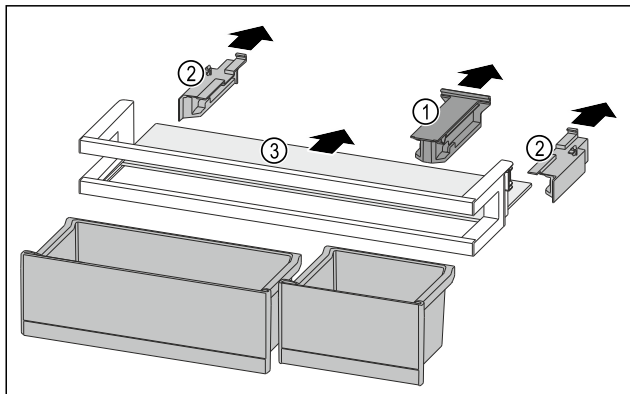

Fig. 275
- Snemite držalni del Fig. 275 (1).
- Snemite stranski del Fig. 275 (2).
- Odstranite polico za odlaganje Fig. 275 (3).